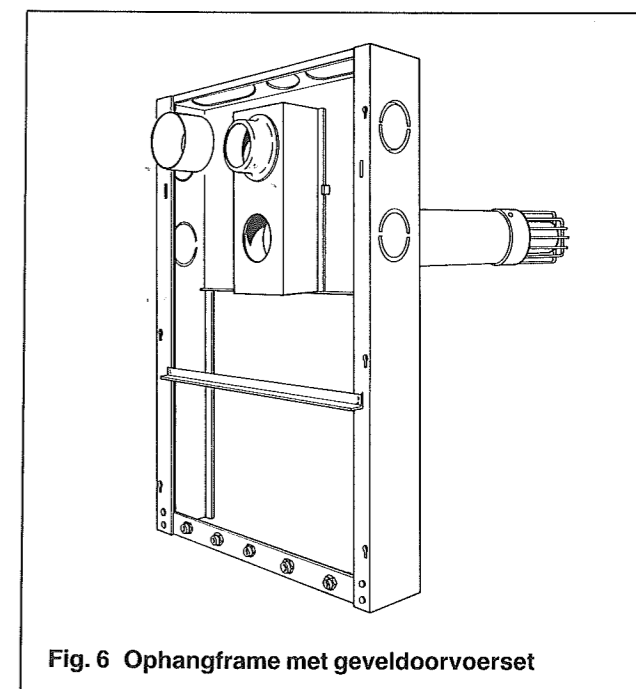

Fig. 6 Ophangframe met geveldoorvoerset
10. Schuif nu de gehele set zover in de muuropening, dat de verbrandingsgas afvoer/luchtaanzuigdoos tussen de daarvoor aanwezige lippen, tegen de achterwand van het frame komt. Hierna dienen deze lippen te worden omgeslagen. fig. 6.
3. Schuif de aluminium tussenring op de pijpmond van de geveldoorvoerset (zie fig. 6).